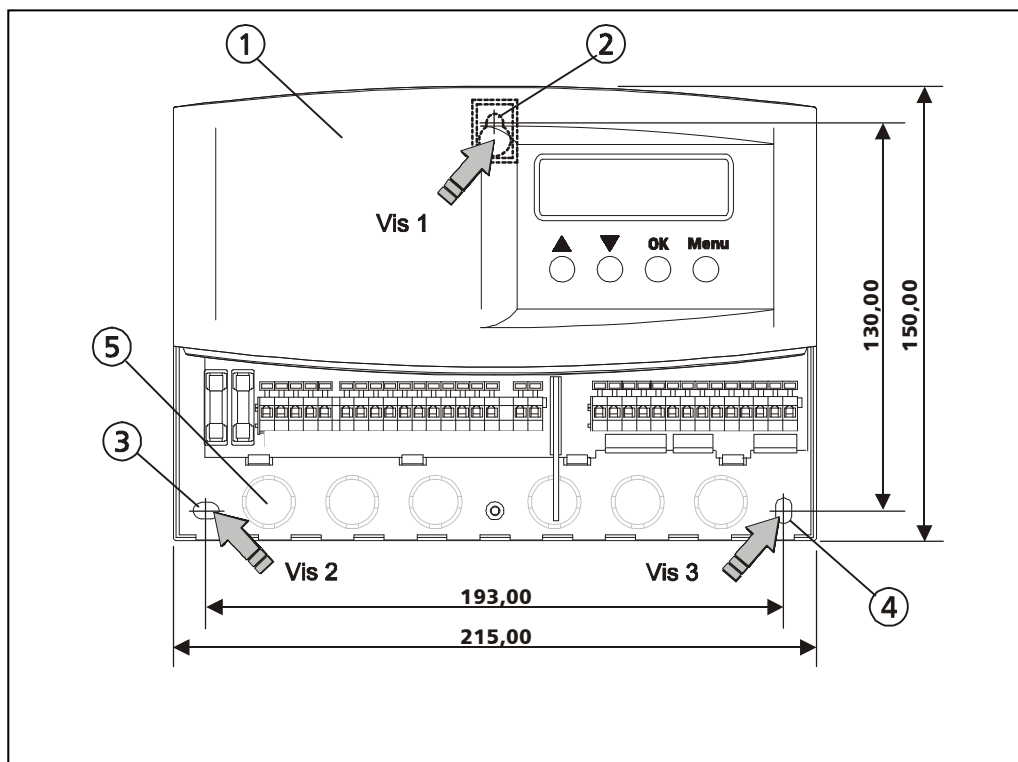

Fig. 1: Modèle de montage
Le couvercle supérieur du régulateur (fig.1, pos. 1) sert de protection à l'électronique du régulateur et ne doit pas être enlevé pour le montage de l'appareil.
Pour fixer le régulateur au mur, vissez d'abord la vis 1 dans le mur. Accrochez ensuite le régulateur par l'encoche (fig.1, pos. 2) à cette vis. Le régulateur peut être utilisé comme gabarit pour marquer les deux autres trous de montage (fig.1, pos. 3 et 4).
Les câbles doivent être déchargés de tension à l'extérieur du régulateur (p. ex. avec des bornes de décharge de traction). Alternativement, vous pouvez équiper les entrées de câbles d'une décharge de traction spéciale développée par le fabricant du boîtier. S'il est nécessaire de faire passer les câbles de raccordement par le panneau arrière du boîtier, une encoche pour les vis PG a été prévue à cet effet. (Fig.1, pos. 5) - PG 9..